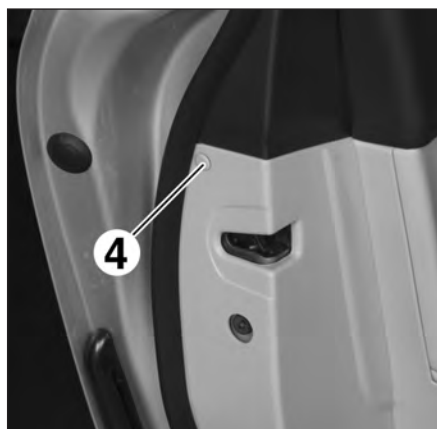

FIG.59
- Déposer l'agrafe (4) (Fig.59).